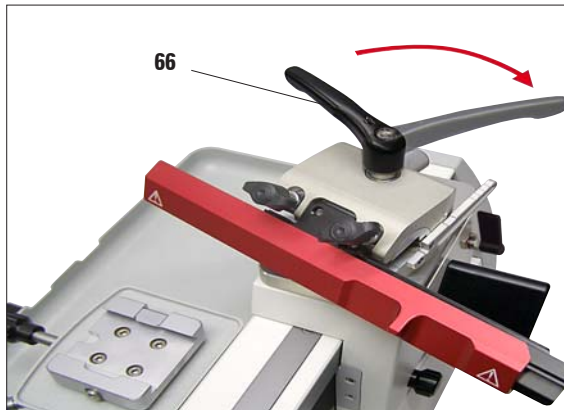

Abb. 12
- Den Klemmhebel (66) in Uhrzeigerrichtung weiter drehen, bis der Messerhalter stabil festgeschraubt ist (Abb. 12).
Der Klemmhebel (66) ist mit einem Griff aus Kunststoff versehen, der in die jeweils günstigste Position gedreht werden kann. Dazu den Griff nach oben ziehen und in die gewünschte Position drehen (Abb. 12).